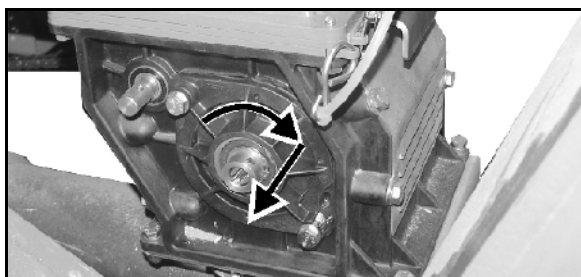

Рис. 75
4. Отверните и снимите крышку подшипника (Рис. 75).